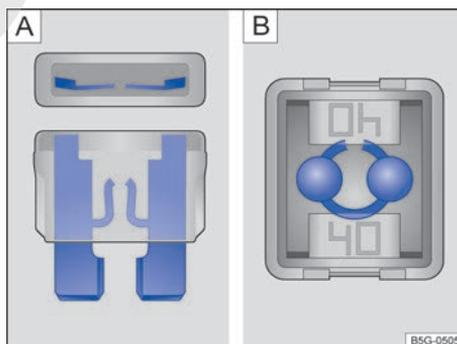

Fig. 188 Fusible fundido: **A** Fusible enchufable plano. **B** Fusible tipo bloque.
- Un *fusible enchufable plano* (ATO®, MINI®) fundido se reconoce por la tira de metal quemada visible desde arriba y desde los laterales a través de la carcasa transparente → fig. 188 **A**.
- Un *fusible tipo bloque* (JCASE®) fundido se reconoce por la tira de metal quemada visible desde arriba a través de la carcasa transparente → fig. 188 **B**.